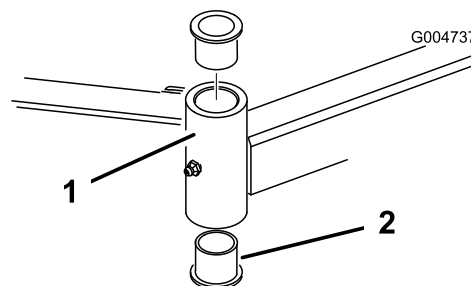

Figura 84
4. Introduza um punção para cavilhas na zona superior ou inferior do tubo de montagem e retire o casquilho para fora do tubo (Figura 84). Retire igualmente o outro casquilho do tubo. Limpe o interior dos tubos para remover a sujidade.